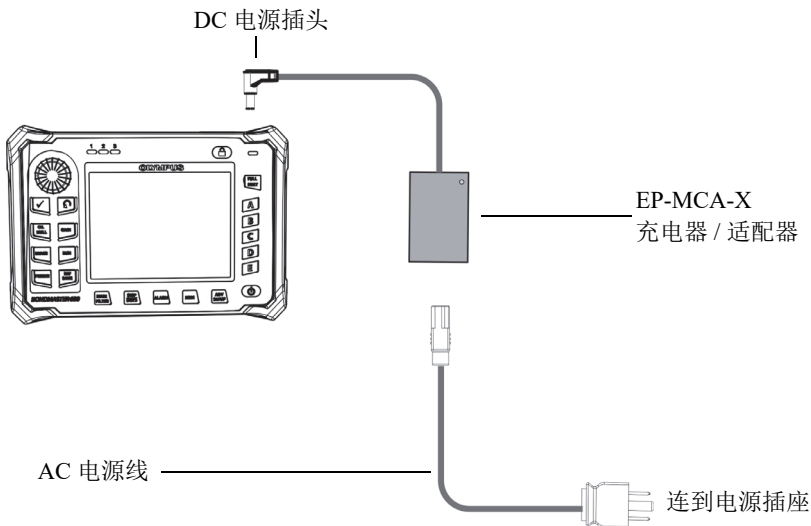

图 2-7 连接充电器 / 适配器
1. 将 AC 电源线的一端连接到充电器 / 适配器，另一端连接到适当的电源插座（参见第 36 页的图 2-7）。